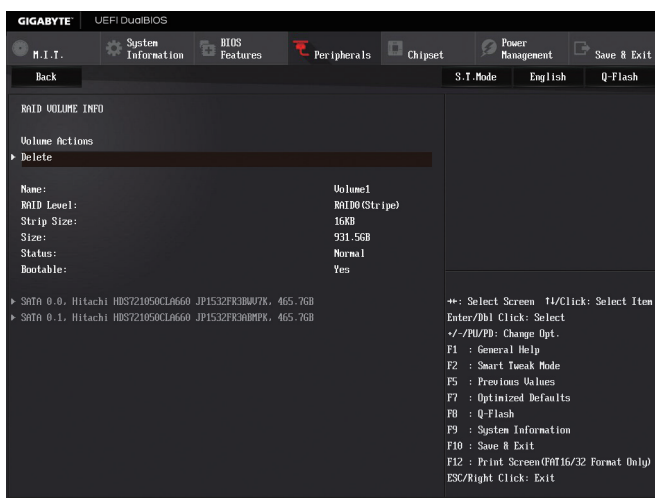

図 7
完了すると、**Intel(R) Rapid Storage Technology** 画面に戻ります。**RAID Volumes** に新しい RAID ボリュームが表示されます。詳細情報を見るには、ボリューム上で <Enter> を押し RAID レベルの情報、ストライプブロックサイズ、アレイ名、アレイ容量などを確認します (図 7)。